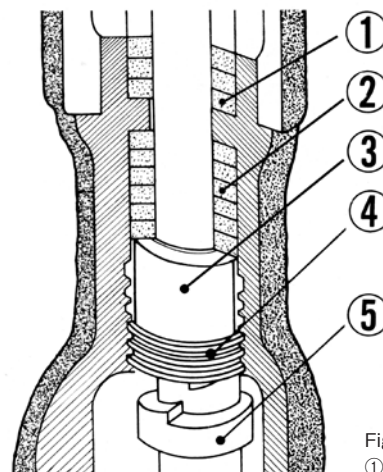

Fig.2
「Twin Packバルブ」は、従来の欠点を完全になくした独特の構造であり、グランドパッキンを一次パッキン室②と二次パッキン室①に充填した二段構えの軸封方式です (Fig.2参照)。
(1) シールが完全
一次側パッキンの締付けは、ステムを回すとこれに固定されたクラッチ⑤と、締付金物④のクラッチとの噛み合わせによって行われます。回転トルクは締付力に変えられ、パッキンを内部流体側から締付け、流体圧を確実に減圧するため、完全に漏れが止められます (Fig.2及び3参照)。
(2) 強い耐久性